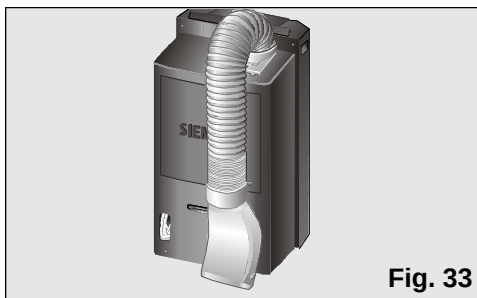

Fig. 33
- ☐ Dette gjøres ved å bøye slangen mot baksiden av anlegget og hake sprededysen på festet, Fig. 33 og 34.